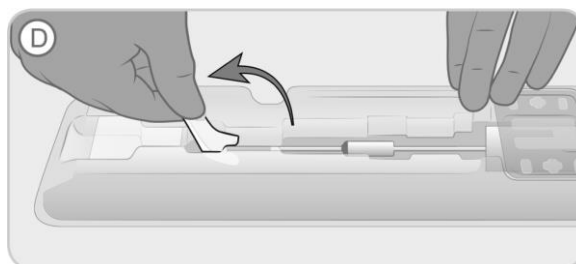

Figura 5. Sollevare la leva dell'imbuto per liberare il dispositivo dal vassoio.
- D. Portare la leva dell'imbuto di caricamento in posizione verticale per liberare il dispositivo di posizionamento dall'imbuto di caricamento (indicato sul vassoio con la lettera "D"), Figura 5.